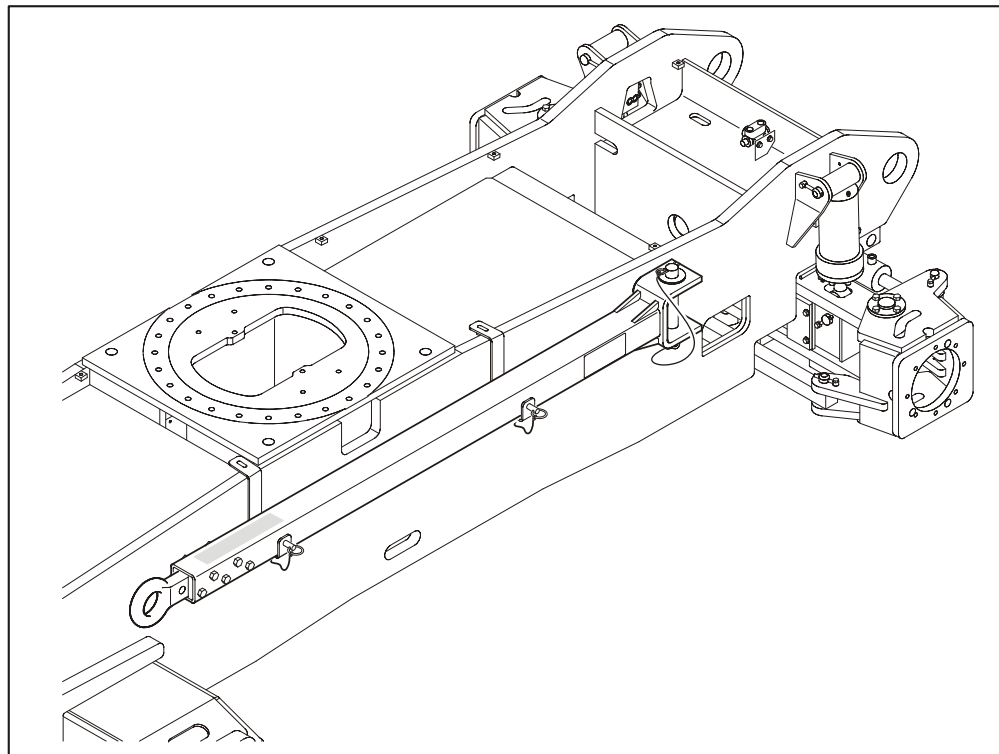

Рис. 4-7. Буксировочное дышло
3. Отсоедините буксировочное дышло от тягача и поместите его в положение для хранения, как показано на Рис. 4-7. Теперь машина находится в режиме хода.